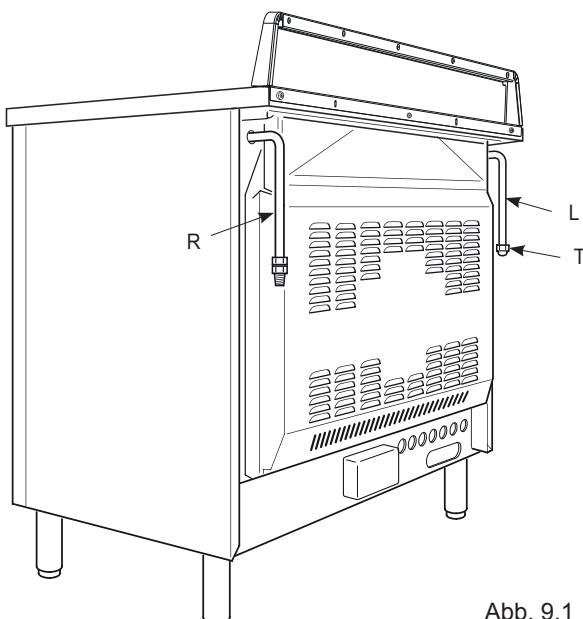

Abb. 9.1
- Die Gaszufuhr wird an der Rückseite des Herds (Abb. 9.1) an das R- oder L-Endstück des Gasschlauchs angeschlossen; der Anschluss schlauch darf die Rückwand des Geräts nicht überkreuzen.
Die Gasanschlüsse werden links oder rechts (Abb. 9.1) auf der Rückseite des Gerätes erstellt, so dass die Leitung niemals hinter dem Herd entlang führt.